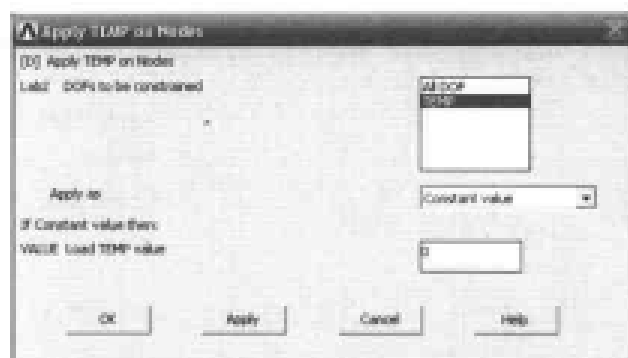

图 9-19 施加温度载荷对话框
(5) 选择 Main Menu | Solution | Define Loads | Apply | Thermal | Temperature | On Nodes 命令，出现 Apply TEMP on Nodes 菜单，单击 pick all 按钮，出现 Apply TEMP on Nodes 对话框，在 Lab2 DOFs to be constrained 列表框中选择 TEMP 选项，在 VALUE Load TEMP value 文本框中输入 0，如图 9-19 所示，单击 OK 按钮关闭该对话框。